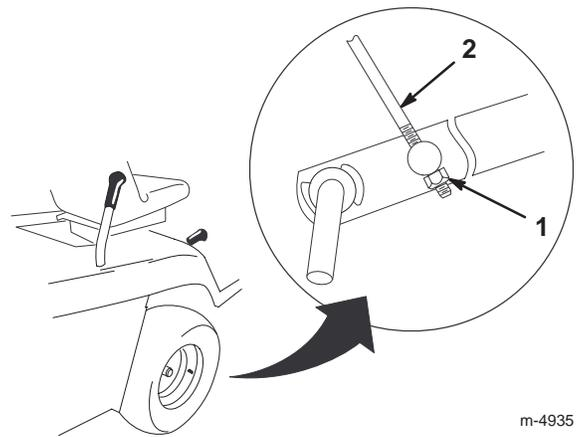

Bild 41
9. Stellen Sie die M8-Sicherungsmutter am Ende der Höheneinstellungsstange so ein, dass die Stange etwas angespannt ist (Bild 41).